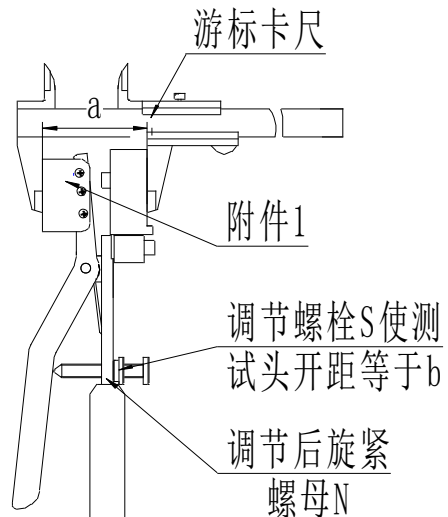
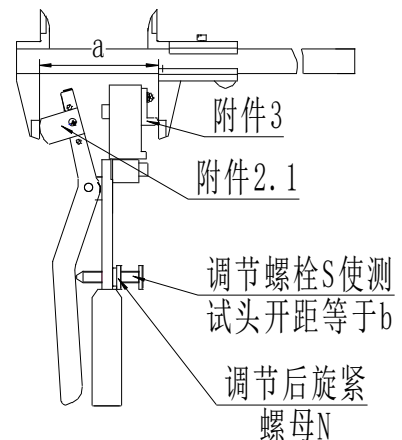

图 3 模拟触头宽度测量示意图
图 4 模拟触头宽度测量示意图
（见图 3、图 4），使 $a=b$ ；
4.1.3 图 3 是用于 GW16、GW22、GW6
4.1.4 图 4 是用于 GW4、GW5、GW7 等转入式隔离开关模拟触头的调整，装上附件 3.1
二、折臂式隔离开关触指压力的测量（如 GW16、GW17、GW22、GW23 型隔离开关，已挂静触头），按图 3、4 要求更换测量附件